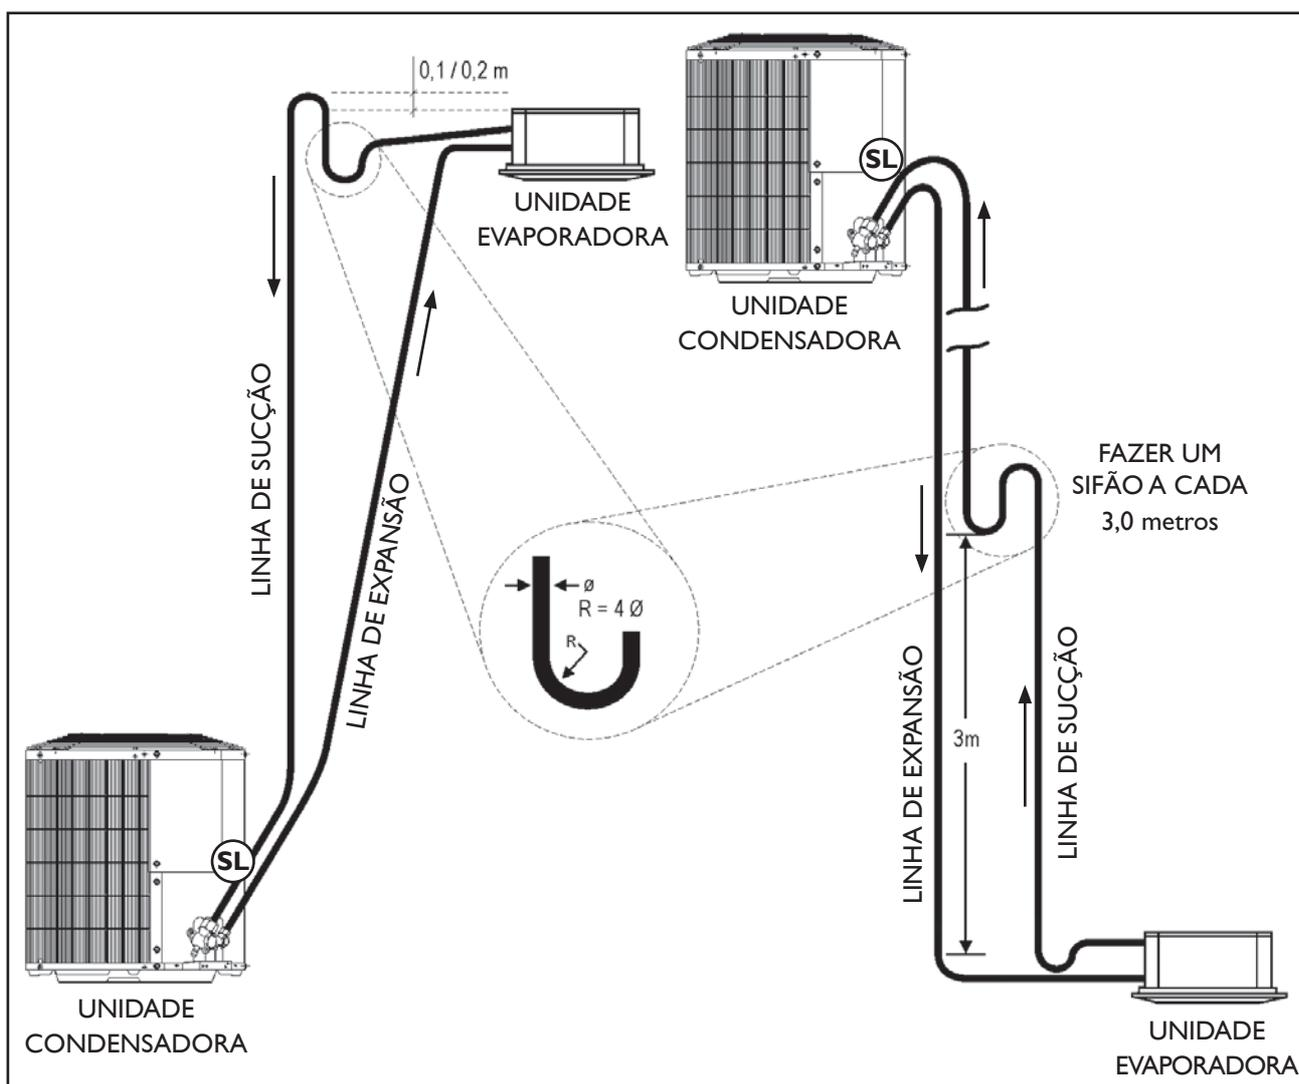

FIGURA 44 - INSTALAÇÃO LINHAS DE INTERLIGAÇÃO
- 4º Inclinare as linhas horizontais de sucção no sentido do fluxo. Ver figura 44.
Veja o exemplo e a figura 44 apresentados neste item para compreender melhor como fazer o cálculo.
- 2º Elevar a linha de expansão acima da condensadora antes de ir para a evaporadora (0,2 m), quando a evaporadora estiver abaixo da condensadora. Ver figura 44.
- 3º Elevar a linha de sucção acima da evaporadora antes de ir para a condensadora (0,2 m), quando a evaporadora estiver acima ou no mesmo nível da condensadora. Ver figura 44.
- 5º Fazer sifões nas subidas da linha de sucção, quando aplicado, a cada 3,0 m incluindo a base. Caso o desnível seja menor que 3,0 m faça apenas na base. Ver figura 44.
- 6º Inclinare as linhas horizontais de sucção no sentido do fluxo. Ver figura 44.
- 8º O procedimento de vácuo deve ser especialmente bem feito; definir a carga de refrigerante através da medição do superaquecimento (sub-item 6.9).
- 9º Deve ser instalado um separador de líquido (isolado termicamente e da radiação - que poderá ficar fora da unidade externa), na sucção junto a entrada da condensadora, com capacidade volumétrica de retenção de líquido refrigerante como indicado na tabela ao lado. Veja a posição conforme a indicação SL na figura 44.